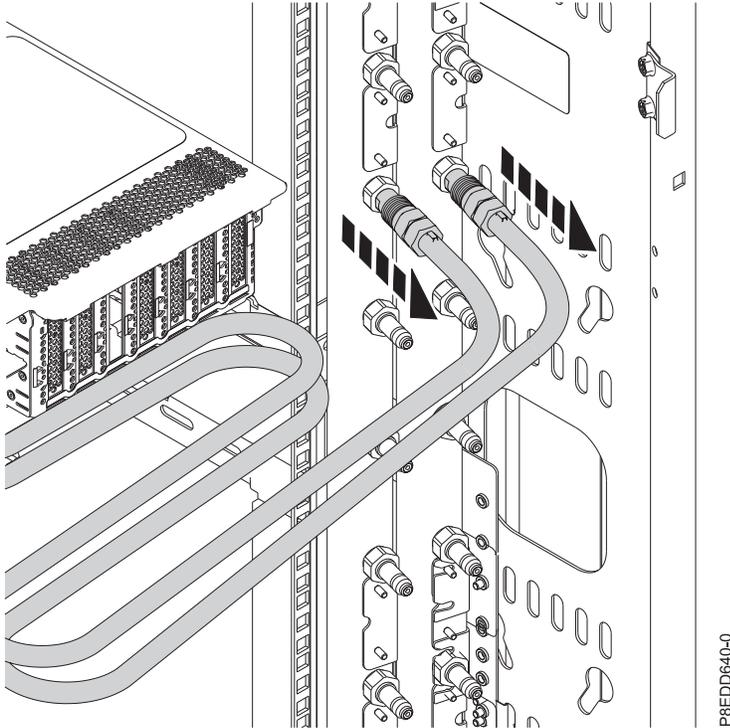

図 205. 冷却水ホースの切り離し
8. ラック内の各サーバーのマニフォールドで、冷却水ホースにラベルを付け、ホースを切り離します。連結部を手前に引いて、冷却水ホースを切り離してください (185 ページの図 205 を参照)。